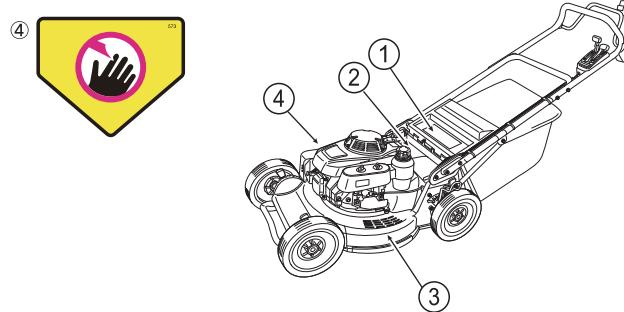

Abb. 1
- Sicherheitsaufkleber sind wie in Abb. 1 dargestellt am Rasenmäher angebracht.